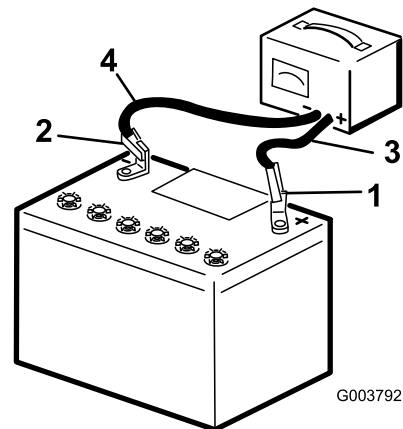

Figura 42
2. Carregue a bateria com um carregador de bateria de 3 a 4 amperes, durante 4 a 8 horas (Figura 42). Não carregue demasiado a bateria.
3. Quando a bateria estiver totalmente carregada, desligue o carregador da tomada elétrica e em seguida desligue os cabos do carregador dos bornes da bateria (Figura 42).